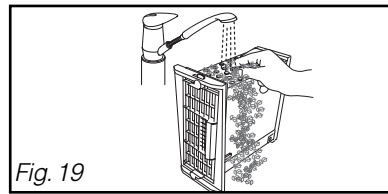

Fig. 19
- Límpielo únicamente con agua en el grifo (Fig. 19).